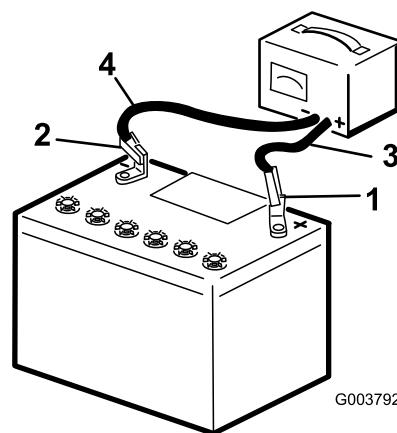

Figura 39
3. Caricate la batteria per 10 o 15 minuti a 25 – 30 A o 30 minuti a 4 – 6 A (Figura 39). Non sovraccaricate la.
4. Quando la batteria è completamente carica, staccate il caricabatterie dalla presa elettrica e scollegate i cavi di ricarica dai poli della batteria (Figura 39).